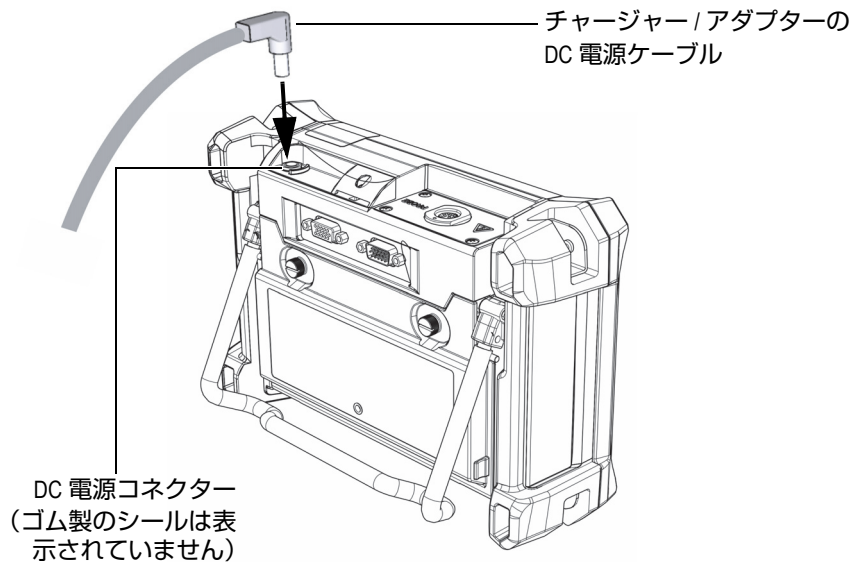

図 2-8 DC 電源プラグの接続
3. チャージャー / アダプターの DC 出力電源ケーブルを、BondMaster 600 の上部にある DC 電源コネクターに接続します（40 ページの図 2-8 参照）。